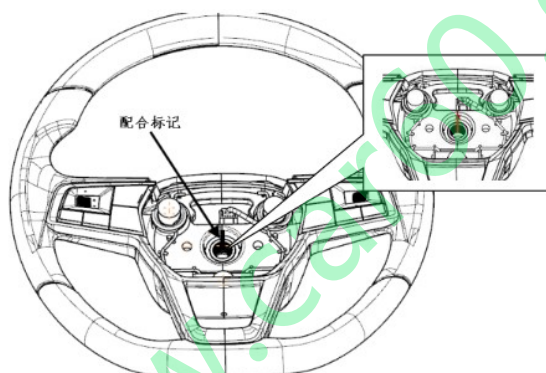

图 4-14
- ② 如果没有缺齿并齿结构，需要在转向盘总成和转向管柱及万向节总成上做好配合标记，再拆卸转向盘。如图4-14所示。